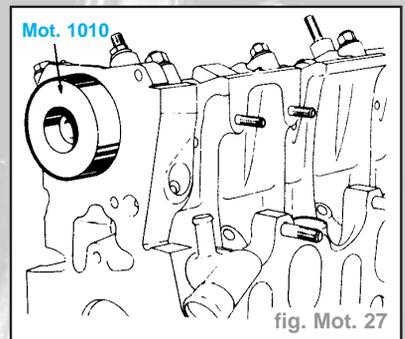

fig. Mot. 27
- Joint côté volant moteur (fig. Mot. 27).